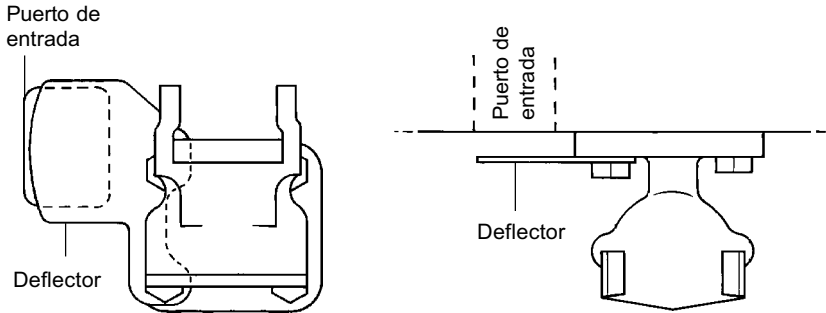

Fig. 10
- Desenroscar los 4 tornillos o tuercas (7).
- Retirar el conjunto de la válvula principal (5) y la junta (6).
- Montar en el cuerpo una junta (6) y asiento (5) nuevos, incluido el deflector (ver pág 16, Figs. 10 y 11).